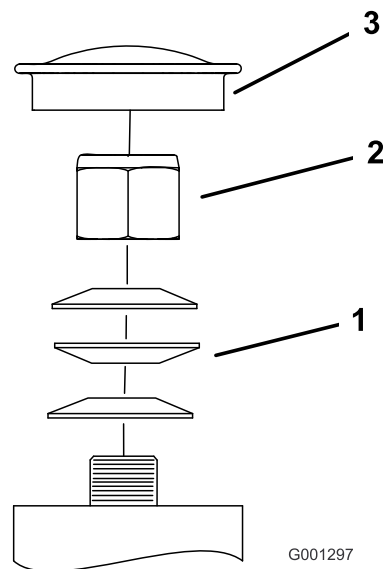

Figure 52
- Retirez le capuchon antipoussière de la roue pivotante et serrez le contre-écrou (Figure 52).
- Continuez de le serrer jusqu'à ce que les rondelles élastiques soient aplaties, puis desserrez-le de 1/4 de tour pour obtenir la précharge correcte des roulements (Figure 52).
Important: Veillez à placer les rondelles comme illustré (Figure 52).
- Remettez le capuchon antipoussière en place (Figure 52).